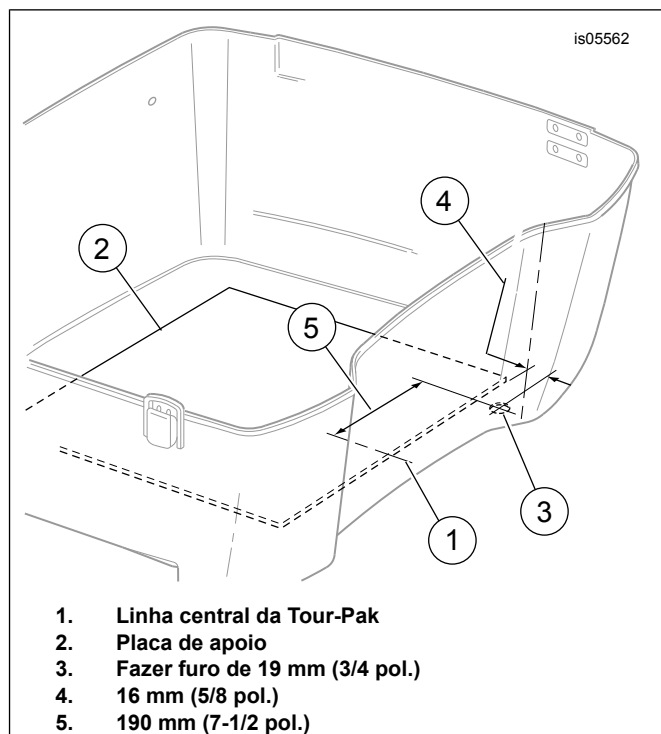
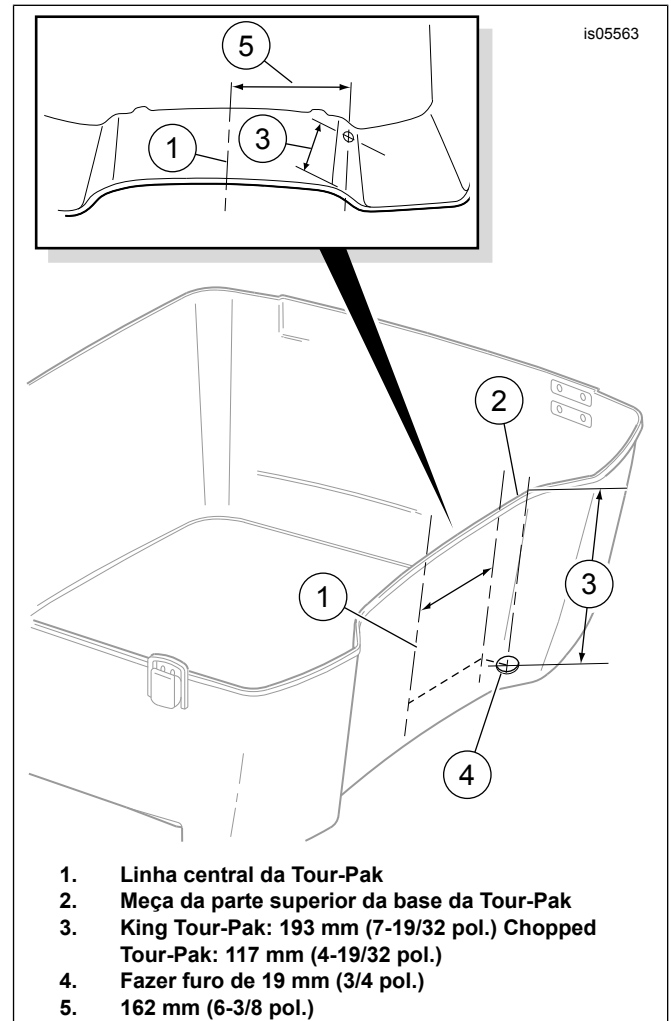

Figura 2. Local de perfuração do cabo da antena AM/FM (Tour-Pak tipo 1)
Figura 3. Local de perfuração do cabo da antena AM/FM (Tour-Pak tipo 2)
- a. Veja a Figura 2. Meça e determine o centro (1) da placa de apoio (2) que cobre o fundo da Tour-Pak.
- g. Meça para frente 16 mm (5/8 pol.) (4) da borda dianteira da placa de apoio e desenhe uma linha curta transversal à linha desenhada no passo acima.
- j. Na parte inferior da Tour-Pak, faça um furo de 19 mm (3/4 pol.) (3) da parte externa para a parte interna da Tour-Pak.
- l. Veja a Figura 3. Meça e determine o centro (1) da parede interna dianteira da Tour-Pak.
- o. De frente para a fita, meça 162 mm (6 3/8 pol.) da linha de centro até a parede dianteira esquerda da Tour-Pak. Não siga a curva da parede, meça **de uma extremidade à outra**. Veja o inserto da Figura 3.
- q. Meça novamente e marque a fita 162 mm (6 3/8 pol.) (5) **reta** da linha central perto do topo da fita adesiva e novamente perto do fundo da fita. Desenhe uma linha da marca superior até a marca inferior.
- r. **Para a Tour-Pak King:** Meça aproximadamente 193 mm (7-19/32 pol.) (3) da borda superior da Tour-Pak para baixo. **Para a Tour-Pak Chopped:** Meça aproximadamente 117 mm (4-19/32 pol.) (3) da borda superior da Tour-Pak para baixo. Desenhe uma linha horizontal curta transversal à linha vertical.
- u. Através do furo-guia, faça um furo de 19 mm (3/4 pol.) (4) da parte externa da Tour-Pak até a parte interna.